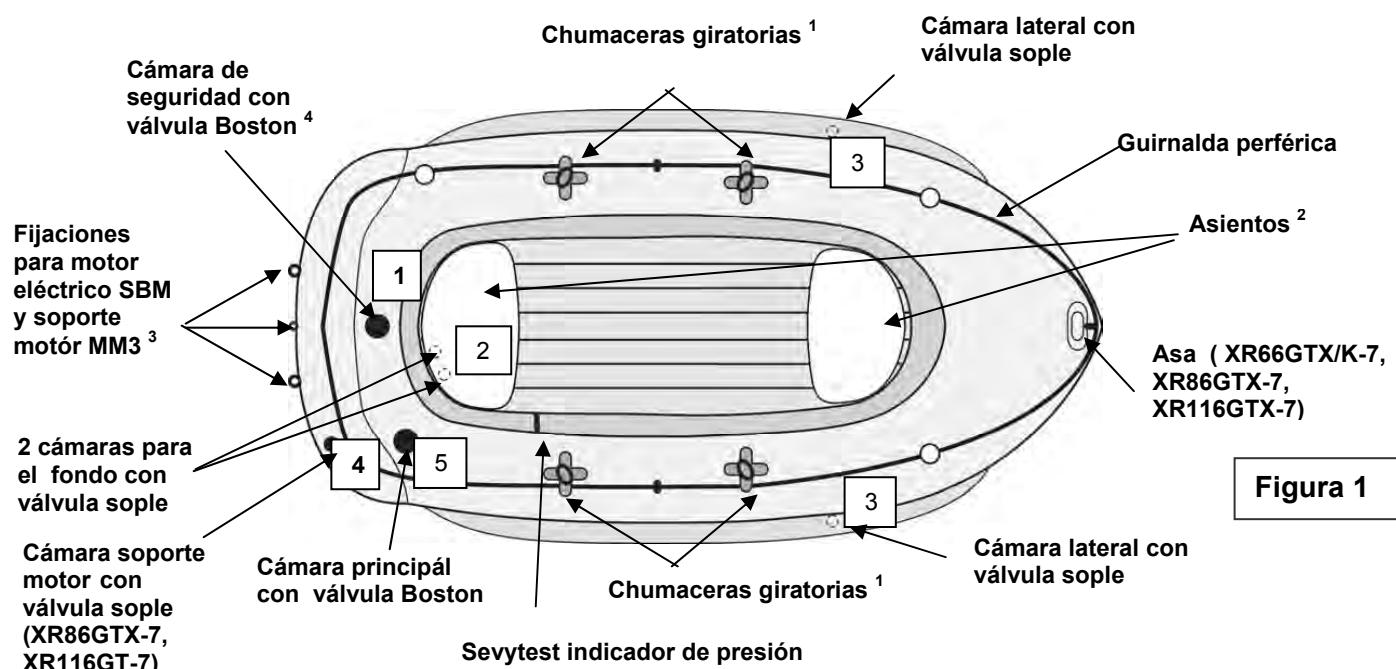

Figura 1
- a) Válvula(s) Boston (ver ilustración): para hinchar, quite el tapón de la válvula (1) ; enrosque el cuerpo de la válvula (2) en la base de la válvula (3), sobre el flotador ; verifique que el tapón sigue siendo accesible. Inserte la extremidad del tubo del hinchador en la válvula. Hinche el flotador hasta la presión requerida (ver punto 3). Al terminar el inflado, cierre la(s) válvula(s) con el tapón. **NOTA:** es normal comprobar un ligero escape de aire antes de apretar el tapón de una válvula. Únicamente los tapones aseguran la ESTANQUEIDAD FINAL.
2. Hinche el producto siguiendo el orden de hinchado indicado en la placa de identidad imprimida sobre el producto (referirse tambien la figura 1, numeración de las válvulas).
3. Presión requerida : **la presión de utilización es de 0,06 bar (= 60 mBar). No superarla.** El producto está equipado con un SEVYTEST, una escala de expansión que muestra hasta qué punto se puede hinchar. Hinche en primer lugar la cámara de seguridad (figura 1) hasta alcanzar la indicación "A" del Sevytest ; después, la cámara principal (figura 1) hasta alcanzar la indicación "B". **Sobrepresión** : deje escapar aire hasta alcanzar la presión requerida. **Poca presión** : vuelva a hinchar ligeramente. **NOTA** : despues de numerosos hinchados, es posible que la indicación del SEVYTEST no vuelva a su posición inicial debido a un alargamiento del PVC bajo la influencia de la presión. Sin embargo permitirá verificar que la indicación permanece en la zona recomendada.